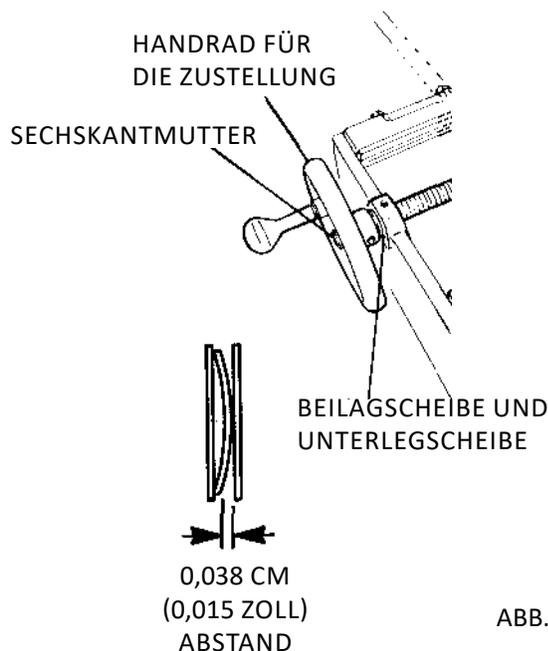

ABB. 21
C. Lassen Sie einen Abstand von 0,04 mm [0,015 Zoll] zwischen Beilagscheibe und Unterlegscheibe. Siehe ABB. 21. Stellen Sie die Sechskantmutter nach, falls erforderlich.